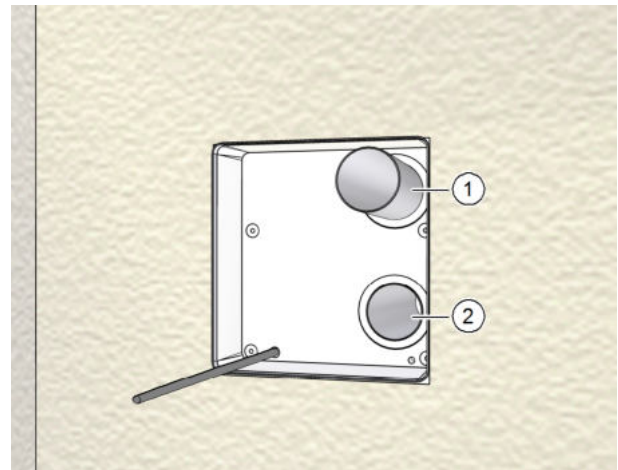

Abb. 22: Lüftungsrohre ablängen
- ▶ Schieben Sie beide Lüftungsrohre (Pos. 1 in Abb. 22) soweit in die Öffnungen des Mauerkastens ein, dass sie bündig abschließen (Pos. 2 in Abb. 22).